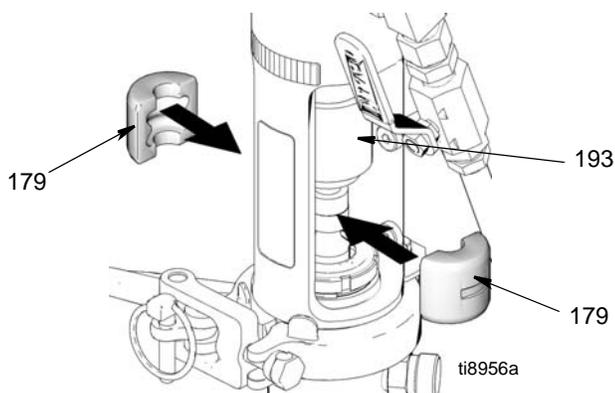

图 24
5. (图 24) 将耦合器盖 (193) 向上推，露出泵活塞柱。将连杆耦合器装在连杆上 (179)。